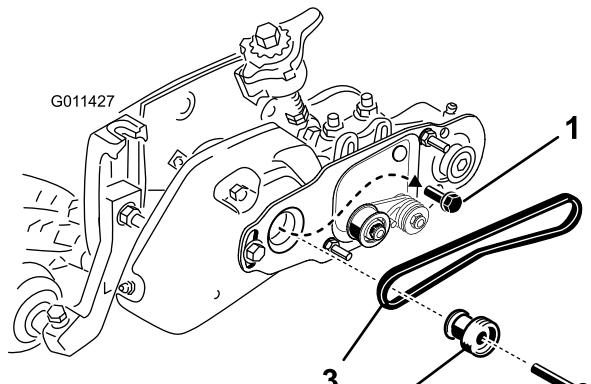

図 31
42. グルーマブーリを駆動シャフトに固定しているボルトを取り外す図 31。
43. ブラシ駆動ブーリをグルーマ駆動ブーリに差し込んで駆動シャフトに通す図 31。ブーリのタブが駆動シャフトのスロットにきっちりと嵌まるように取り付けること。
44. $3/8 \times 2$ in フランジヘッドボルトのネジ部分にロクタイトを塗る。フランジヘッドボルトを使って駆動ブーリをシャフトに固定する図 31。ボルトを $4.65.4$ kg.m にトルク締めする。